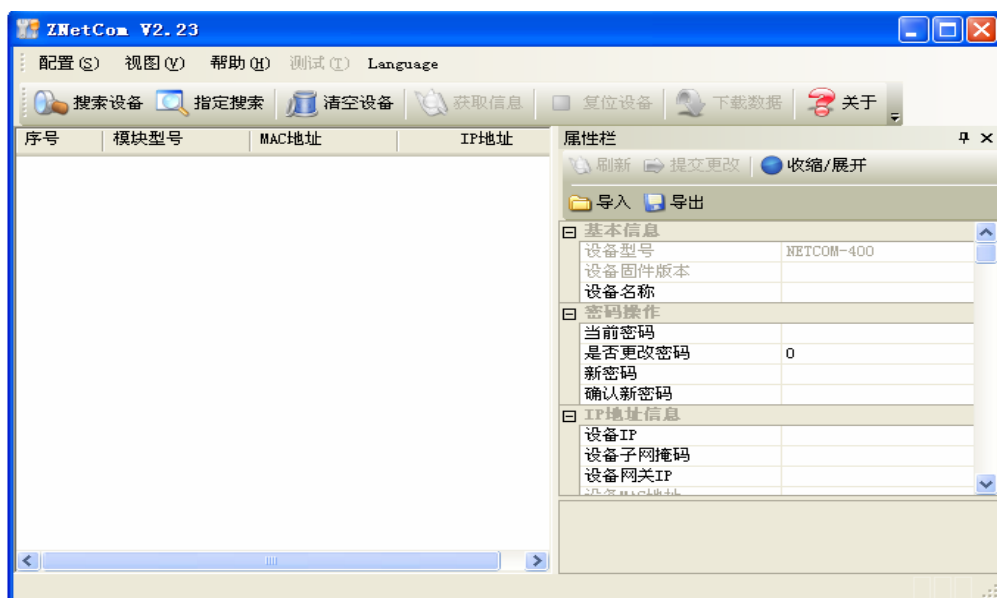

图 4.1 ZNetCom 软件运行界面
3. 点击  运行 ZNetCom 软件，出现如图 4.1 所示界面。